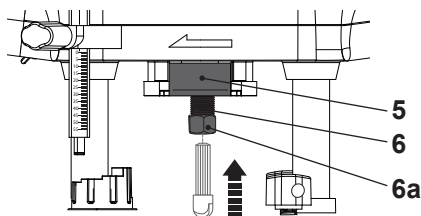

Fig. 6
- > Apriete la palanca de fijación de la profundidad (16).
- > Presione el botón de bloqueo (5) y manténgalo en posición mientras afloja la tuerca de fijación (6a) con la llave (21).
- > Retire el útil de fresado de las pinzas de sujeción (19) e inserte uno nuevo si es necesario (Fig. 6).